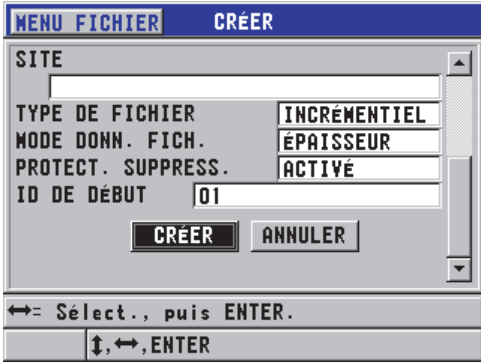

Figure 6-18 Écran CRÉER des fichiers de données de type incrémentiel
2. Dans l'écran **CRÉER**, faites ce qui suit (voir la Figure 6-18 à la page 113) :